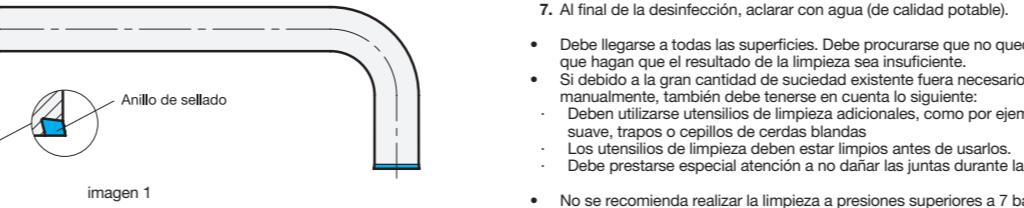

Imagen 1
- El tirador en U solo puede utilizarse junto con la junta de sellado facilitada. La junta tiene forma cónica, y por lo tanto debe comprobarse que se coloca en la posición correcta (Imagen 1).